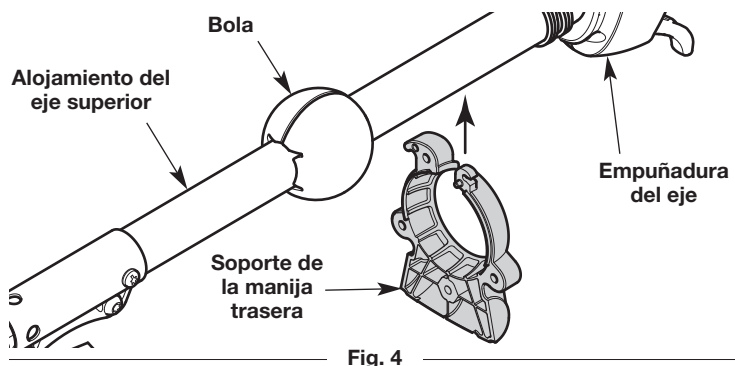

Fig. 4
2. Con cuidado empuje la ménsula de la manija trasera sobre el alojamiento del eje superior (Fig. 4). Verifique que el soporte de la manija trasera quede entre la bola y la empuñadura del eje (Fig. 4).